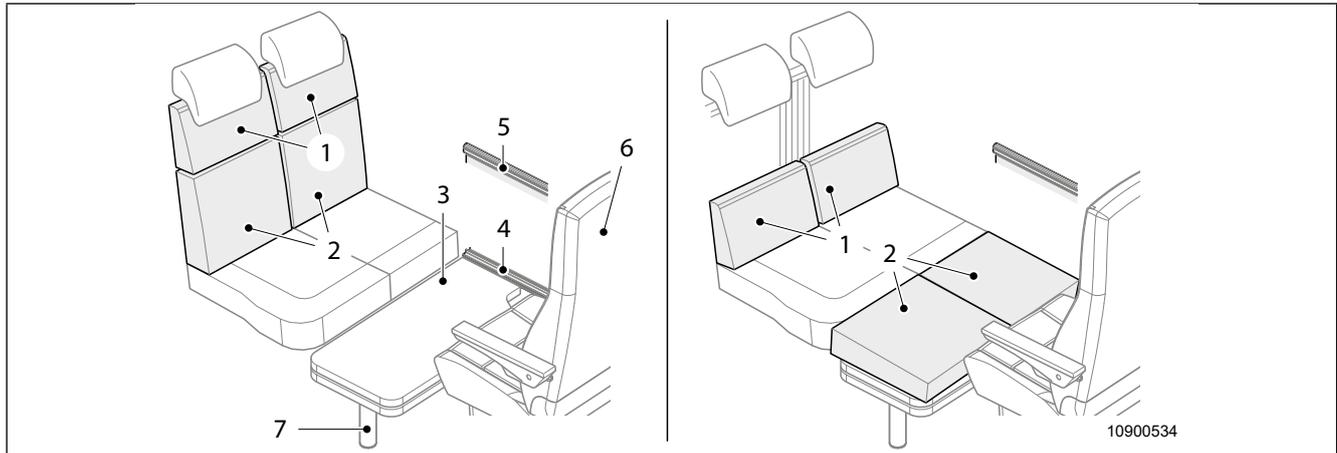

Fig. 31 Transformación en cama de reserva
1. Girar el asiento del conductor (Fig. 31, pos. 6). El respaldo está mostrando hacia la luna delantera.
3. Levantar el tablero de mesa (Fig. 31, pos. 3) a la derecha y desengancharlo del riel guía superior (Fig. 31, pos. 5).
4. Mesa de enganche giratoria: Quitar la parte inferior de la pata de mesa (Fig. 31, pos. 7).
5. Enganchar el tablero de mesa en su posición levantada a la derecha en el riel guía inferior (Fig. 31, pos. 4).
7. Sacar y dividir los cojines de respaldo (Fig. 31, pos. 1 y 2) del banco.
8. Fijar las partes superiores de los cojines de respaldo (Fig. 31, pos. 1) en el bastidor del respaldo.
9. Colocar las partes inferiores de los cojines de respaldo (Fig. 31, pos. 2) sobre la mesa.
9. Sacar y dividir los cojines de respaldo (Fig. 31, pos. 1 y 2) del banco.
10. Fijar las partes superiores de los cojines de respaldo (Fig. 31, pos. 1) en el bastidor del respaldo.
11. Colocar las partes inferiores de los cojines de respaldo (Fig. 31, pos. 2) sobre la mesa.